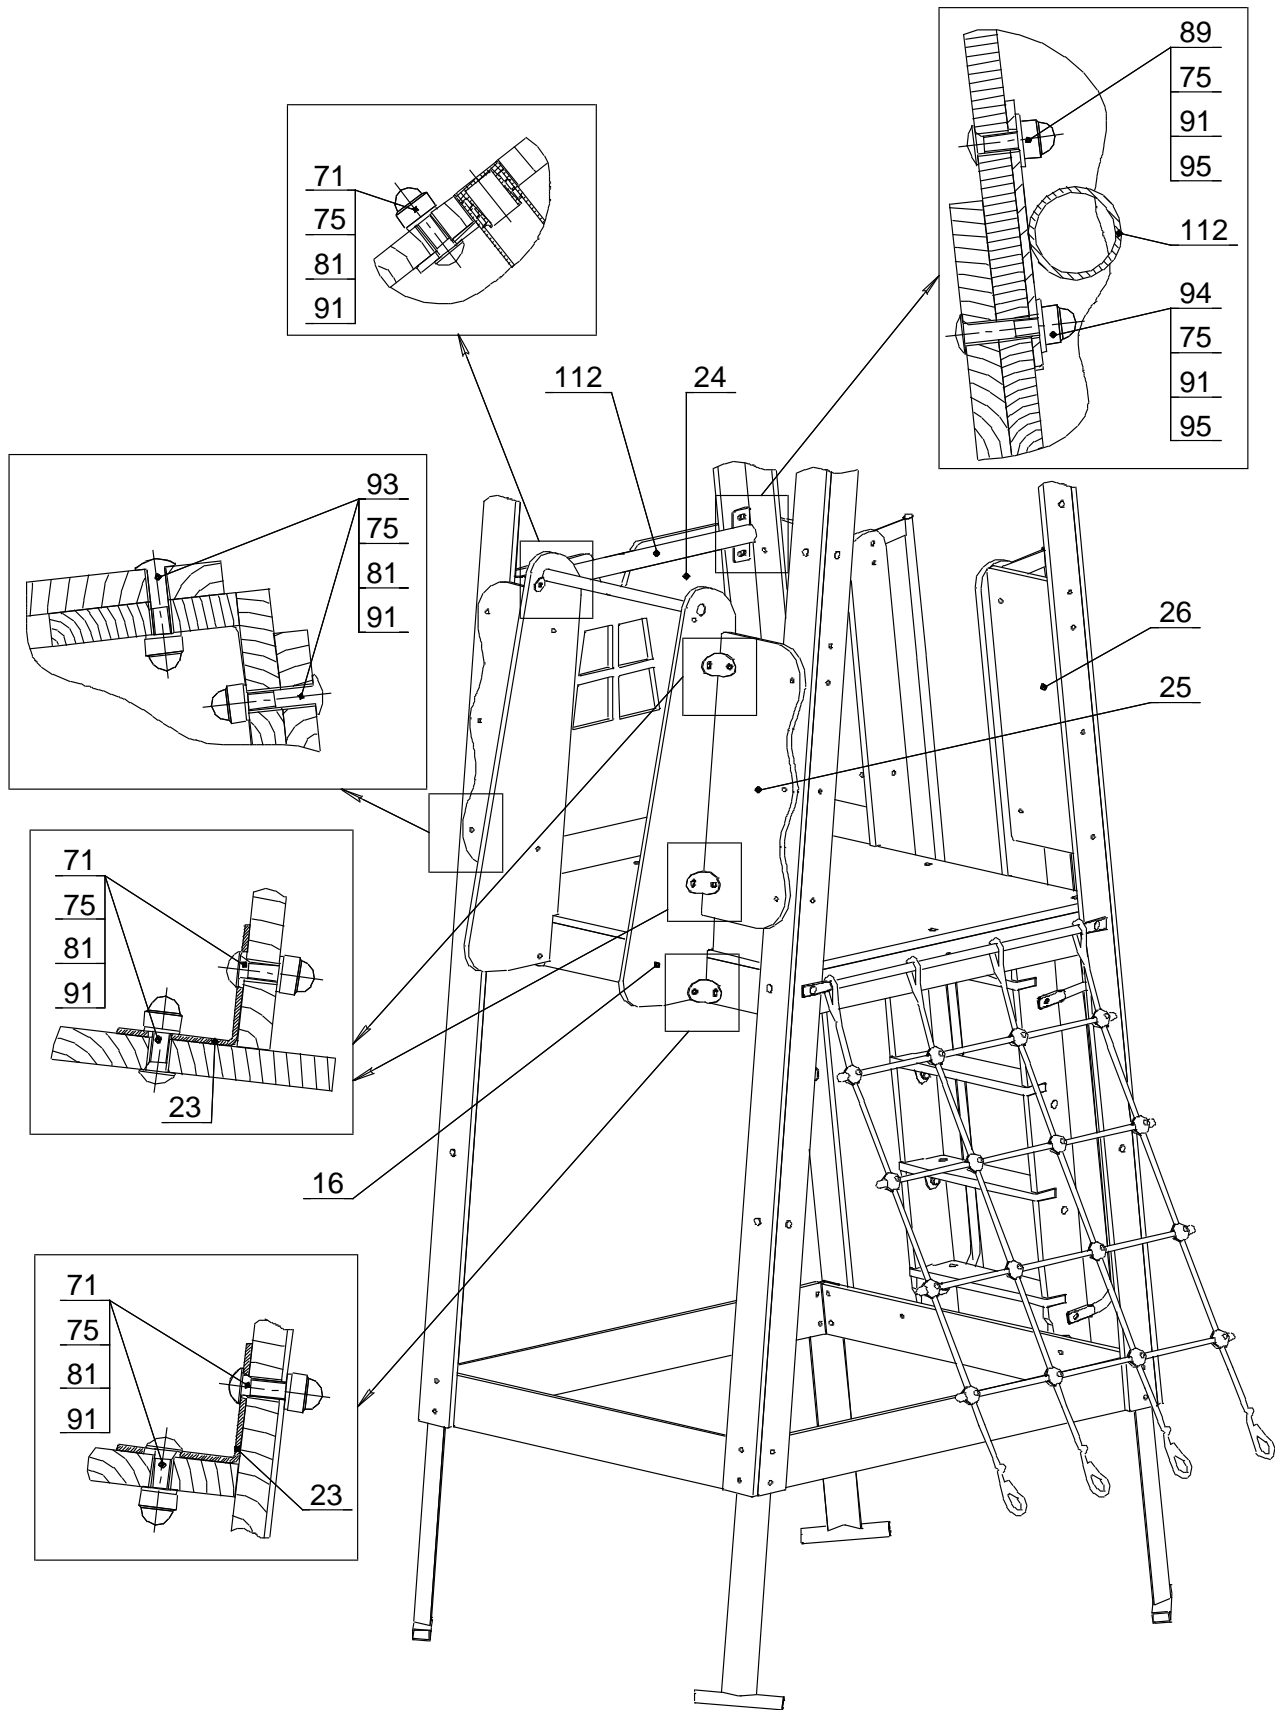

Рис.7
10.3.6 Установить перекладины поз. 112, 114, ограждения поз. 24, 25, 26, 16 согласно рис. 7, 8.